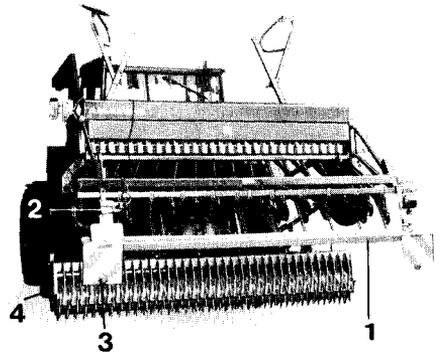

Fig.26c
- Die nach hinten ragenden Zinken des Exaktstriegels müssen mit der Verkehrssicherungsleiste (Fig. 26c/1) abgedeckt werden (Sonderzubehör). An dieser Verkehrssicherungsleiste befinden sich ebenfalls Leuchenträger zum Aufstecken der Beleuchtung (Fig. 26c/2) und tiefliegende Rückstrahler (Fig. 26c/3), die vom Boden nicht mehr als 900 mm Abstand haben dürfen.
- Der Abstand von Rückleuchtenoberkante (Fig. 26c/2) zur Fahrbahn darf dann 1550 mm nicht übersteigen. Der Abstand muß auch eingehalten werden, wenn die Sämaschine in Kombination mit einem AMAZONE-System „Huckepack“ (Fig. 26c) eingesetzt wird.
Wird die Sämaschine in Kombination mit einer Rüttelegge eingesetzt, müssen die Grenzstriegel bzw. Grenzschare (Fig. 26c/4) der Rüttelegge in Transportstellung gebracht werden (siehe Betriebsanleitung der Rüttelegge).